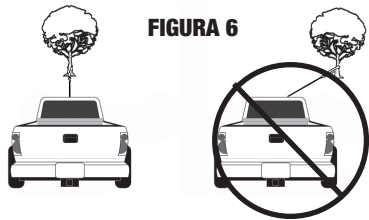

FIGURA 6
14. EVITE JALAR EN FORMA CONTINUA DESDE ÁNGULOS EXTREMOS. Esto causará que el cable de acero se apile y se atasque en el cabrestante, causando daño al cable de acero o el cabrestante (**Figura 6**).